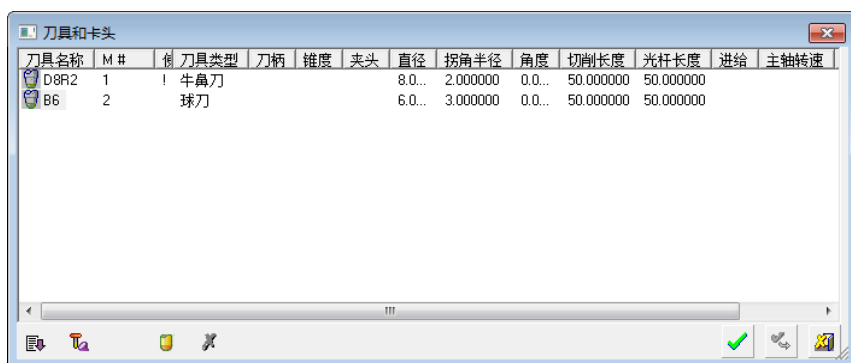

图 5-182 “刀具和卡头”对话框（6）
- 2) 选择刀具。单击“刀具和夹头”按钮，弹出“刀具和卡头”对话框 (6)，选择 B6 球刀，如图 5-182 所示。